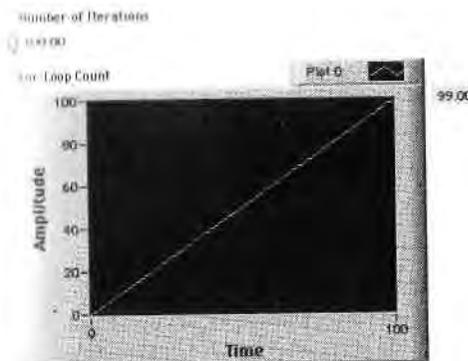

Рис. 6.8
2. Постройте лицевую панель и блок-диаграмму, показанную на рис. 6.8 и 6.9. Цикл с фиксированным числом итераций располагается в подпанели **Структуры** палитры **Функции**. Команда **Разместить слева и справа** (Tile Left and Right) из меню **Окно** позволит вам увидеть одновременно лицевую и диаграммную панели.